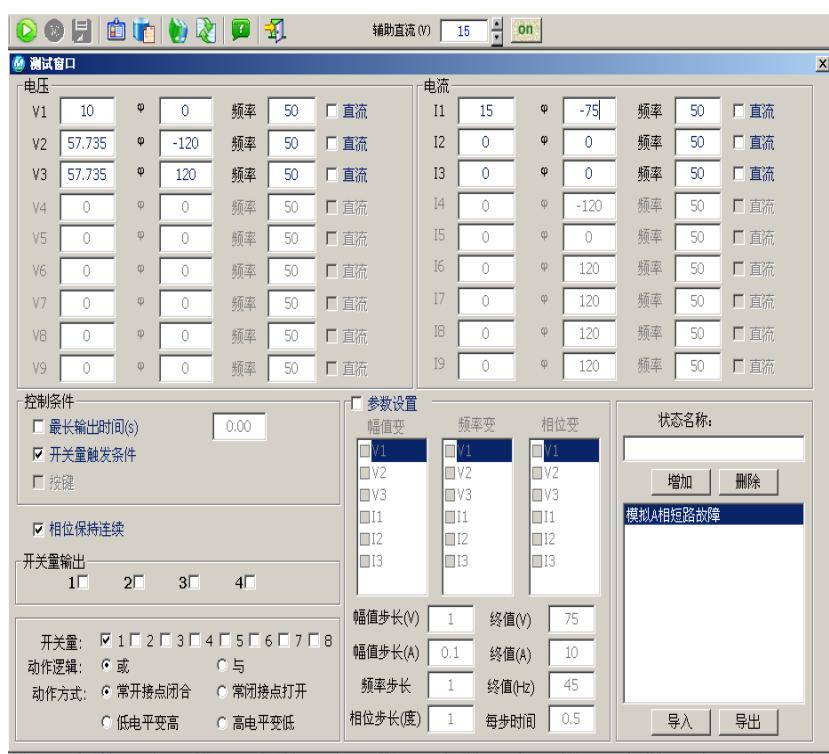
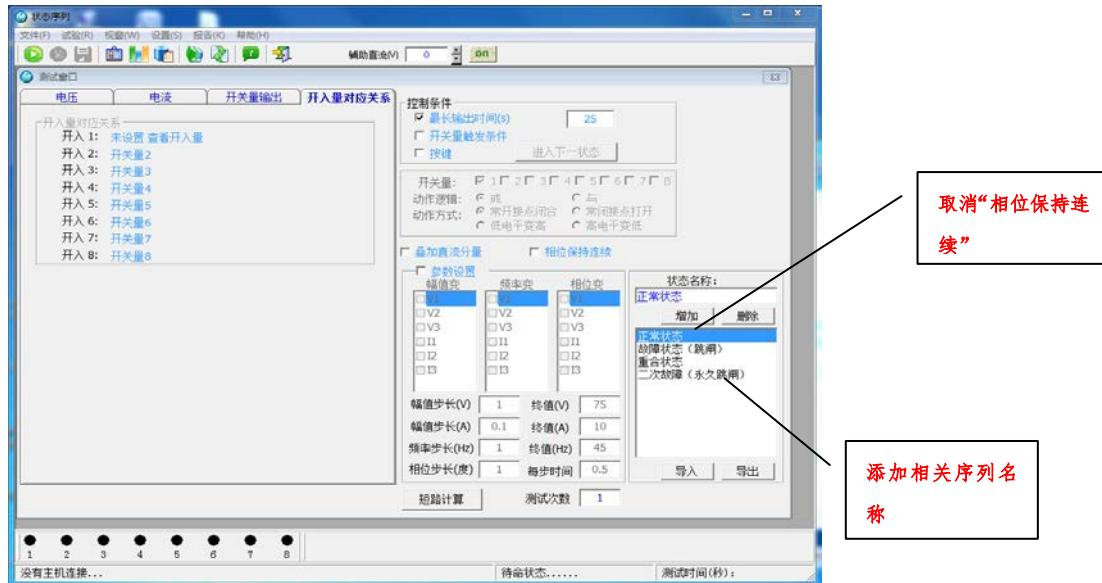

图 3.10-2
图 3.10-1
➤ 主界面如图 3.10-1
- 第二步、在“图 3.10-1”中输入状态名称，比如“模拟 A 相接地短路”，然后点击“增加”，如图 3.10-2。
- 第三步、在图 3.10-2 中设置 A 相接地短路时各相的电流、电压幅值、控制条件。
第一步：在状态序列里面添加序列，输入相关名称（注意：在添加的时候取消“相位保持连续”）如图 3.10-1